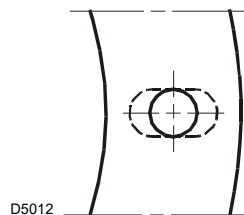

Fig. 10
- ensanche, si fuese necesario, los orificios de la junta aislante (Fig. 10), procurando no dañarla.